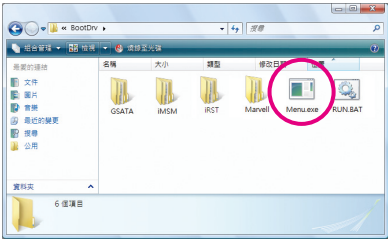
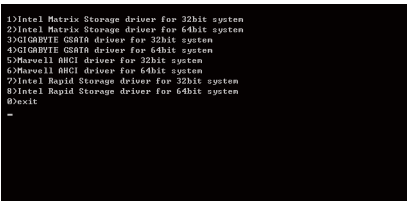

图 4
图 5
- 2: 进入光盘中「BootDrv」文件夹，双击「Menu.exe」文件(图4)后会出现「命令提示字符」画面，内含如图5的控制器选单。
以图5的选单为例：